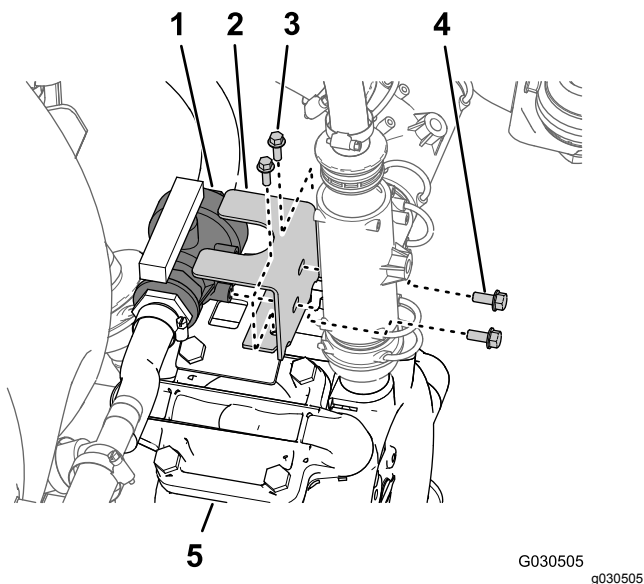

図 67
5. 液剤散布ポンプの上部で、ボールバルブをバルブブラケットに固定しているフランジヘッドボルト 5/16 x 3/4" 2本を取り外す 図 67。
6. バルブブラケットをポンプ上部の取り付けブラケットに固定しているフランジヘッドボルト1/4 x 3/4"2本を取り外す 図 67。